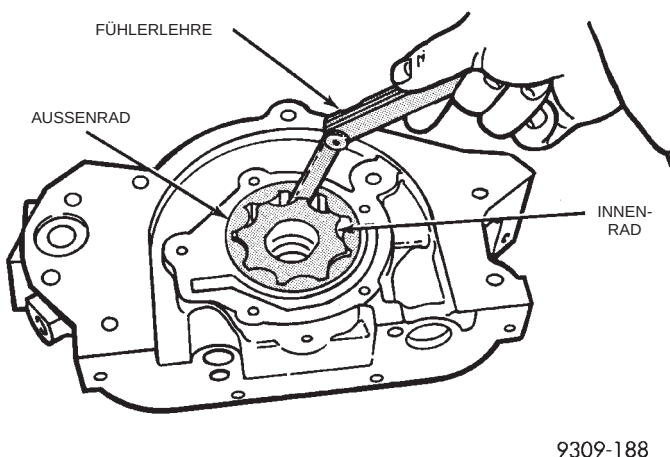

Abb. 117 Messen des Spiels zwischen den Pumpenrädern
(6) Innenrad in das Pumpengehäuse legen. Ist das Spiel zwischen Innen- und Außenrad (Abb. 117) größer als 0,20 mm (0,008 Zoll), beide Pumpenräder austauschen.